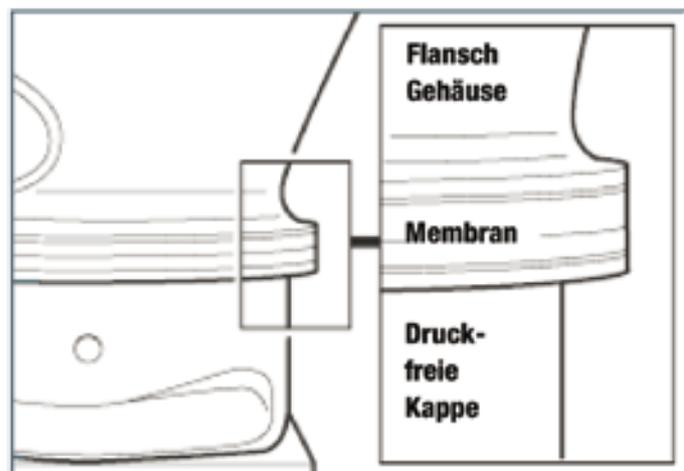
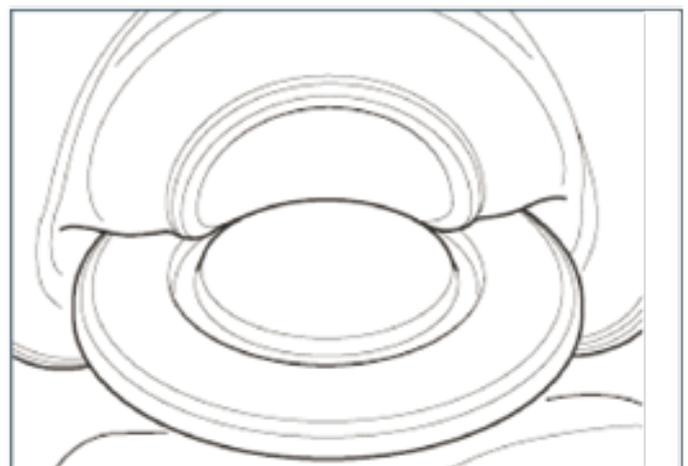

Abb. 9.14
Abb. 9.13
1. Vergewissern Sie sich, dass die Federspeicherbremse vollständig gelöst ist, wie in obigem Abschnitt „Manuelles Lösen der Feststellbremse“ beschrieben. Positionieren Sie geführte Membran an der unteren Oberfläche der Druckstangen-Druckplatte (Abb. 9.13) und achten Sie dabei darauf, dass alle Gegenstücke ausgerichtet und gerade sind (Abb. 9.14) und dass die Luftleitungen so ausgerichtet sind, dass sie mit den Druckluftleitungen des Fahrzeugs verbunden werden können.